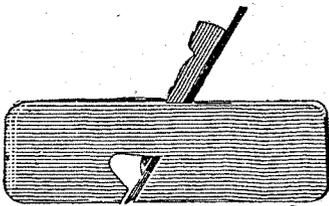

Fig. 112. — Rabot.
**Machines à raboter.** — Les *raboteuses* servent à *dresser* les surfaces, c'est-à-dire à les aplanir. Un *rabot* à main (fig. 112) se compose essentiellement d'une lame